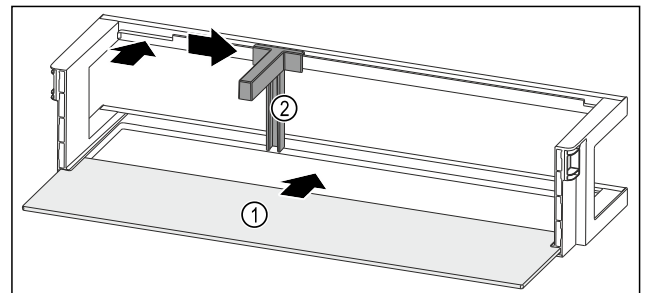

Fig. 163 Türabsteller mit Abstellfläche
- ▶ Abstellfläche Fig. 163 (1) in die seitlichen Aussparungen einschieben.
- ▶ Flaschenhalter Fig. 163 (2) in die Aussparung einsetzen.
- ▶ Flaschenhalter Fig. 163 (2) in gewünschte Position zur Seite schieben.